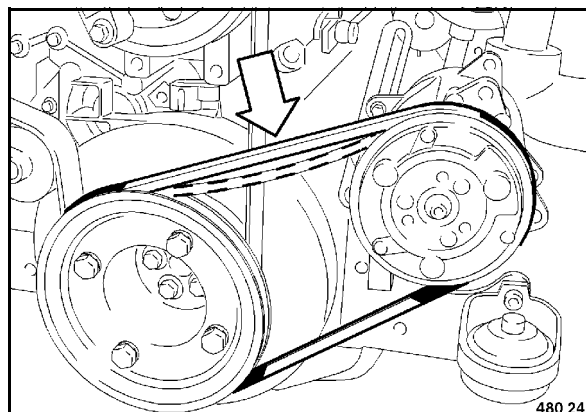

Fig. 134
- Comprobación visual de la correa trapezoidal (Fig. 134) por todo su contorno por deterioros o grietas. Cambiar una correa trapezoidal deteriorada o desgarrada.